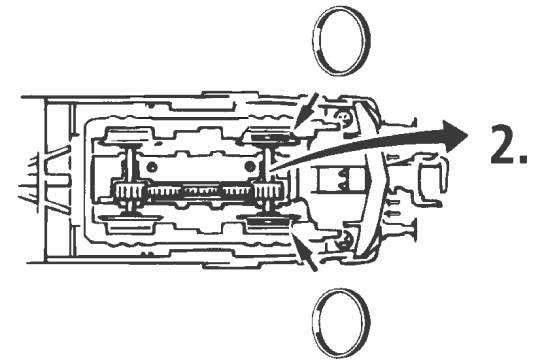

Fig. 9
3. Haftreifenwechsel: Zuerst den Getriebedeckel abnehmen (Fig. 3). Danach den **Radsatz** herausnehmen und die **Haftreifen** mit einer Nadel od. mit einem feinen Schraubendreher abziehen (Fig. 9). Beim Aufziehen der neuen Haftreifen darauf achten, dass diese sich nicht verdrehen.
3. Change of traction tyre: Remove the gear cover (fig. 3). Take out **wheel set** and remove **traction tyre** using a pin or a fine screwdriver (fig. 9). When pressing on the new traction tyre please **avoid twisting it**.
3. Échange des bandages d'adhérence: Démontez d'abord **le couvercle du carter des engrenages** des engrenages (fig. 3). Délogez ensuite les essieux bandagés et enlevez, à l'aide d'une aiguille ou d'un tourne-vis fin, les bandages d'adhérence (fig. 9). Lors du montage des nouveaux bandages veuillez veiller à ce que les bandages **ne soient pas tordus**.